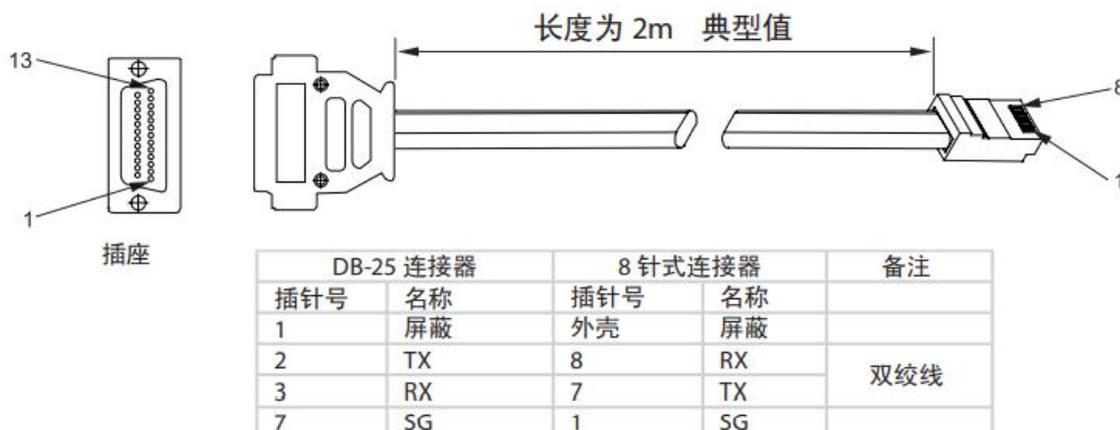

图 7-2: 带有 DB-25 连接器的 RS-232 接线
2. 选用合适的屏蔽线把后面板的输入连接器与控制器 RS-232 或 RS-485 接口连接起来。图 7-2, 7-3 和 7-4 说明了适用于 RS-232 和 RS-485 的接线。